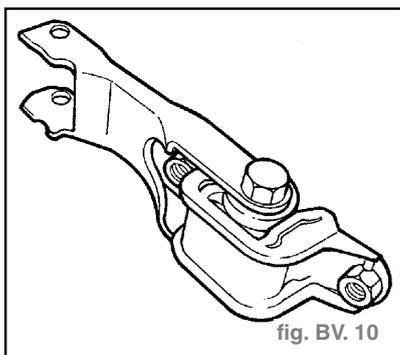

fig. BV. 10
- Dévisser les deux vis de fixation de l'étrier et le déposer du berceau moteur. (fig. BV. 10)